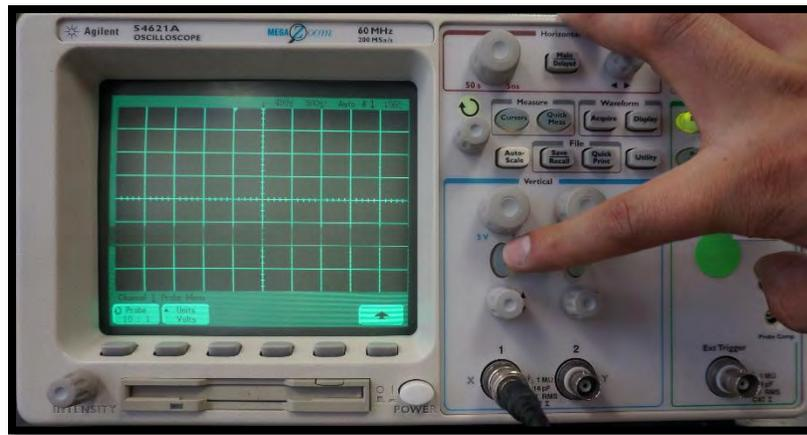

Figura D.10. Habilitación de la entrada 1.
10. Se oprime el botón del canal 1 para habilitar la entrada 1 (figura D.10), se observa la señal obtenida, esta vez a una escala 10:1.